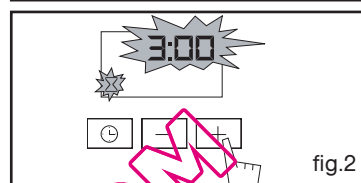

fig.2
Esempio: fine della cottura alle ore 13 (fig.2).
- Regolare il tempo scelto premendo i tasti + o - (fig.2).